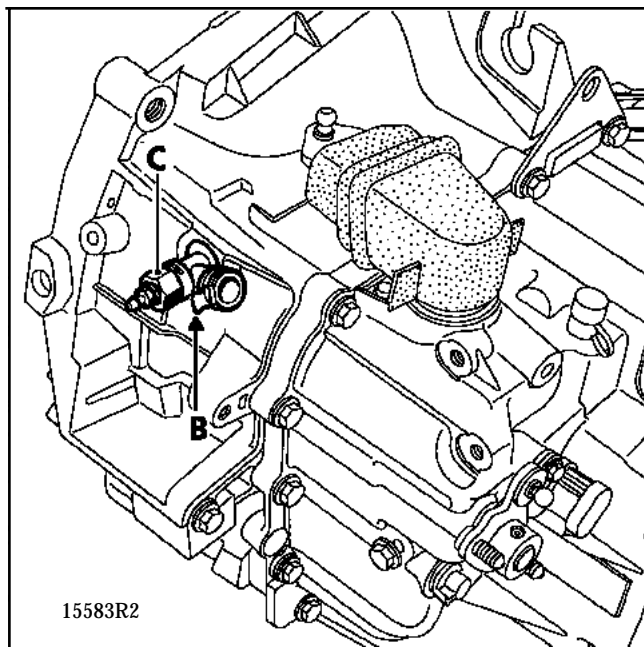

Fig. 1
- Déposer le filtre antibruit en retirant l'agrafe (A) (**Fig. 1**). Prendre garde de ne pas mettre en contraindre le raccord (B) (**Fig. 1**) du récepteur d'embrayage.